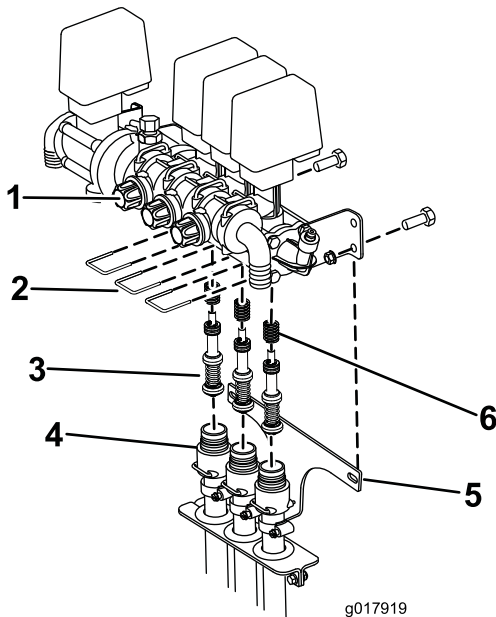

Рисунок 75
- В. Снимите три вилки крепления седел клапанов к узлу в сборе (Рисунок 75).
- С. Отверните два винта с гайками, с помощью которых кронштейн оплетки шланга крепится к раме опрыскивателя (Рисунок 75). Опустите шланги в стороне от клапана в сборе.
- D. Используя 3-миллиметровый шестигранный торцовый ключ, отверните винты крепления поршней в сборе в клапане. Помните о наличии пружин в клапане (Рисунок 75).